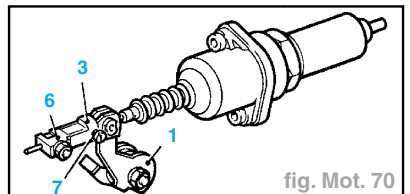

fig. Mot. 70
- Déplacer le levier (1) de telle sorte qu'on puisse faire faire une rotation de **90°** au collier (3) ; placer ensuite ses extrémités dans la butée (6). Après cette opération, bloquer la vis (7) (fig. Mot. 70).